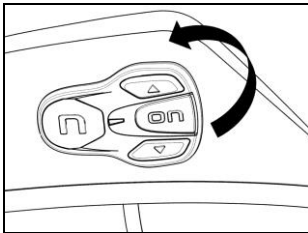

Abb. 40
- Lösen Sie die Tastenvorrichtung von der Helmschale (Abb. 40).